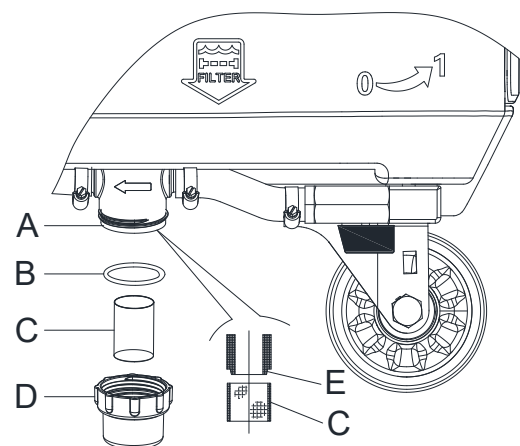

Figure 11
4. Retirez le couvercle (D, Figure 11), puis retirez la crépine du filtre (C). Les nettoyer et les remettre sur le support (A).
La crépine du filtre (C, Figure 11) doit être bien positionnée sur le boîtier (E) du support (A).